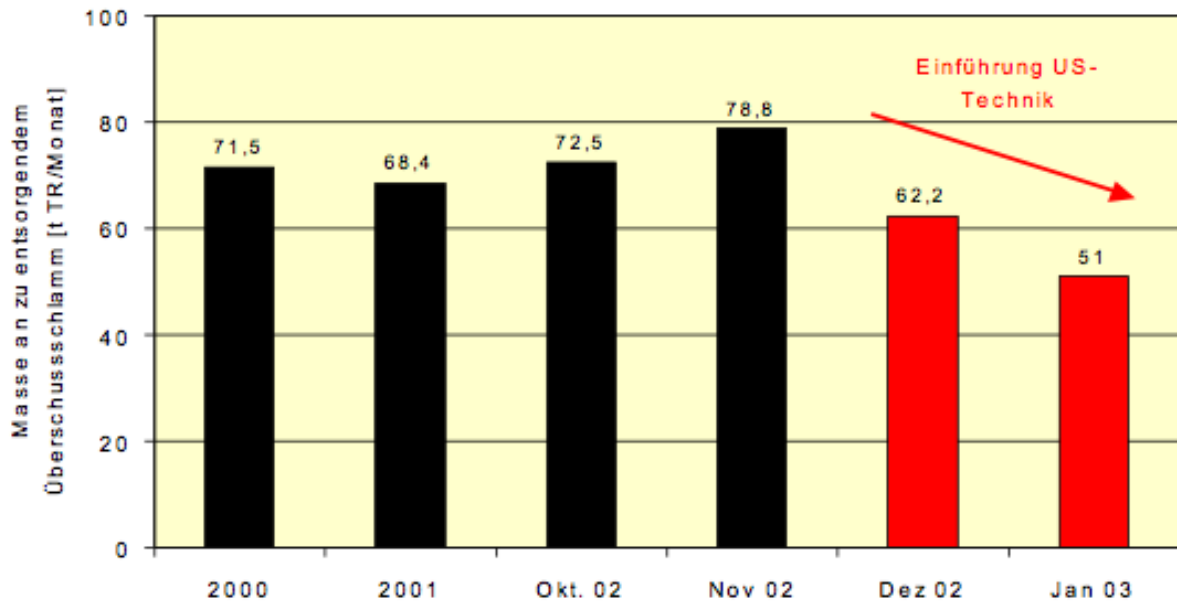

Abbildung 2: Zeitlicher Verlauf der zu entsorgenden Überschussschlammmasse
- Reduzierung der zu entsorgenden Schlammmenge um 20% (Abbildung 2)